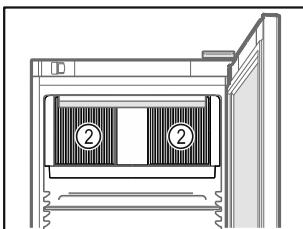

Fig. 72
- 内部循环风机的通风槽 Fig. 72 (2) 保持畅通。